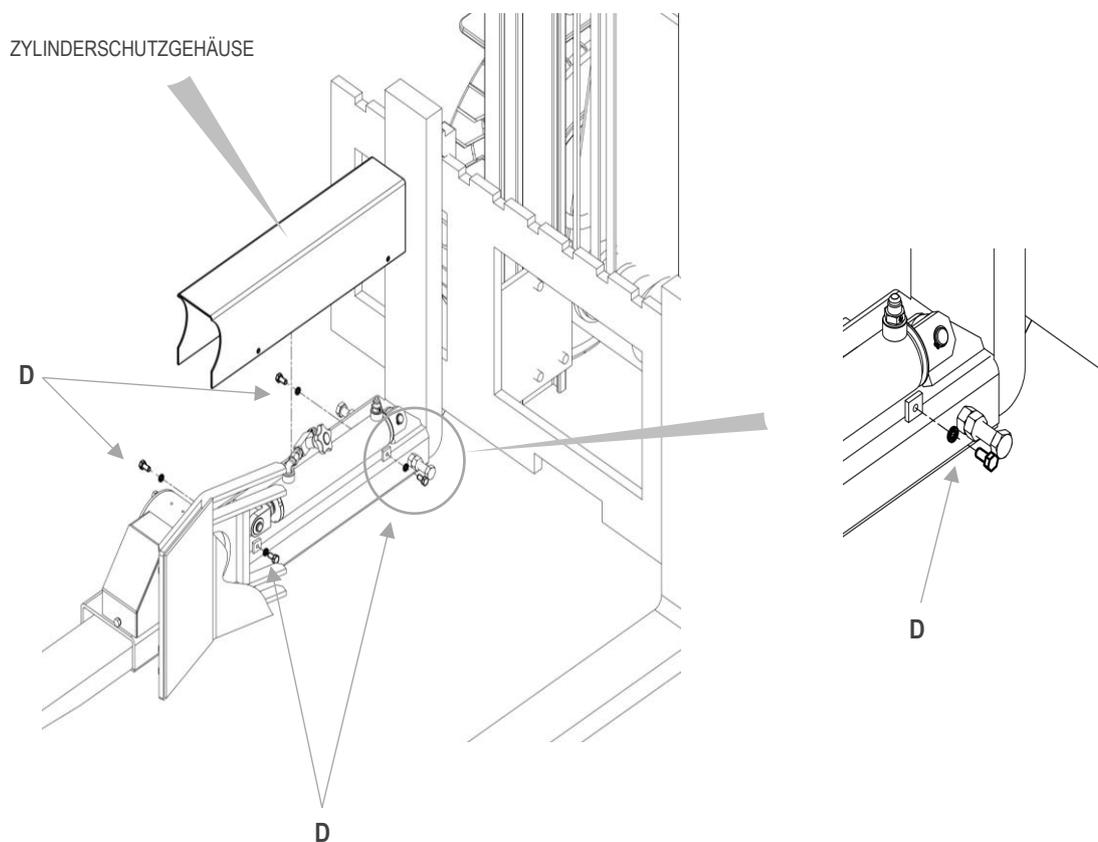

Abbildung 43
2. Die Schrauben **D** an der Seite des „Zylinderschutzgehäuses“ abschrauben und das Schutzgehäuse entfernen (siehe Abbildung 43)